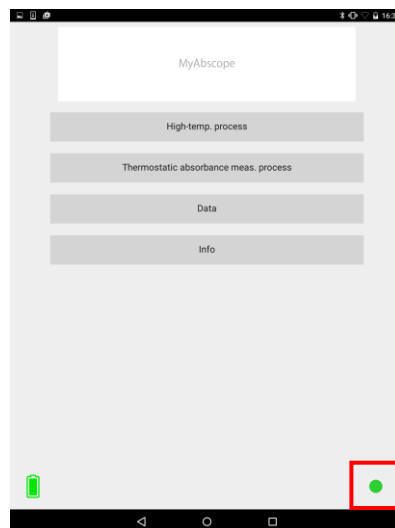

図 2-6：接続後のトップ画面
- (6) ②の接続ボタン「Connect」をタップすると、接続を開始します。
- (7) 接続完了後、画面上に“Connected.”と表示され、接続後のトップ画面へ移行します。装置本体の電源ボタン横の動作表示灯が赤から青に変わり、アプリ画面右下の灰色●が緑●に変わります（図 2-6）。